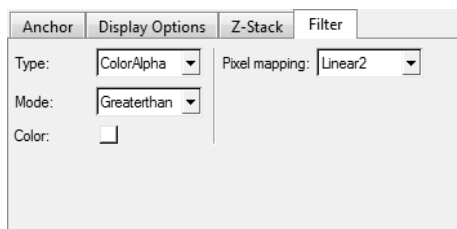

图 13-71 设置 Filter
- (9) 激活如图 13-71 所示的 Filter 标签, 使用该标签中的功能将图片中的白色底色去除从而将其改为透明背景。